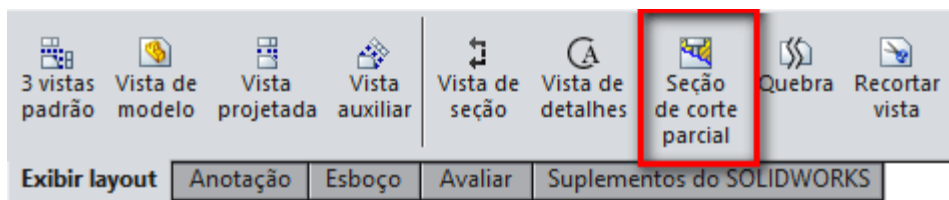

Figura 4.8 - Selecionando a opção **Seção de Corte Parcial**.
3.2. Vamos escolher o furo à direita da peça. Ao redor do furo, construa um perfil sinuoso fechado como mostrado na figura 4.8. Não se esqueça de fechar o perfil.